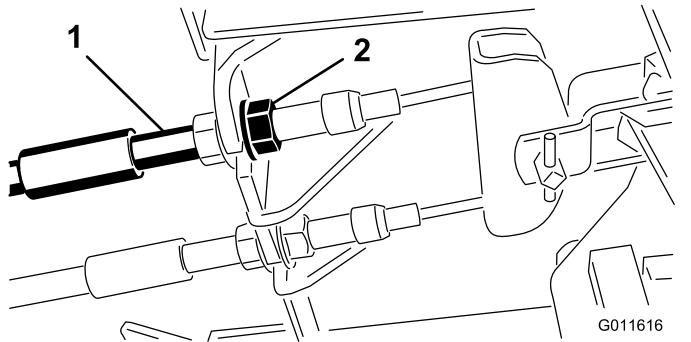

Рисунок 43
1. Чтобы уменьшить свободный ход тормозных педалей, затяните тормоза, ослабив переднюю гайку на резьбовом конце троса тормоза (Рисунок 43).